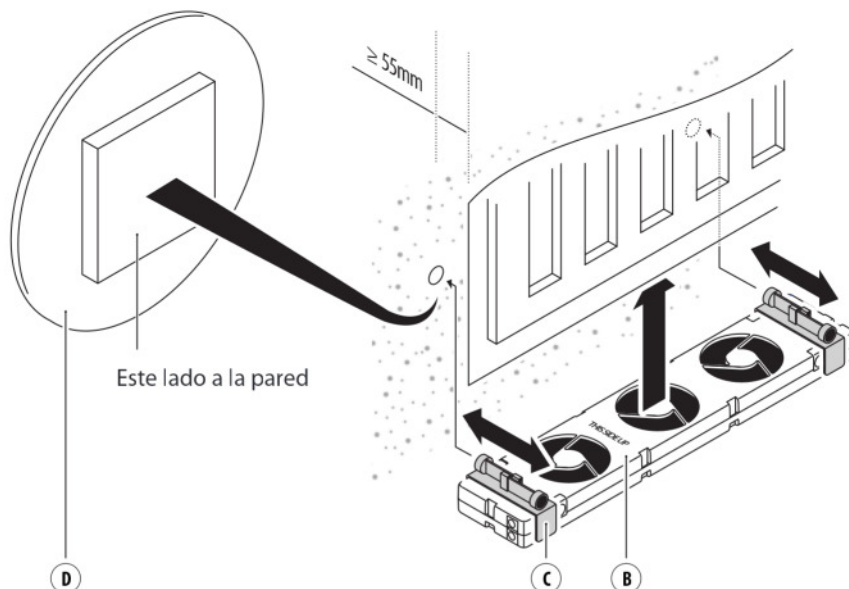

Fig. 7: Fijación del SpeedComfort (B_i) a la pared y al radiador de placa única.
2. Repita los pasos 1-7 como para el radiador ancho. En el espacio identificado, pegue las dos **placas metálicas** (D1, D2) en la pared. Use los **imanes ajustables** (c1, c2, c3, c4) en los **soportes** (C1, C2) para conectar el **SpeedComfort** (B1) a la pared y al radiador de placa única (véase fig. 7).